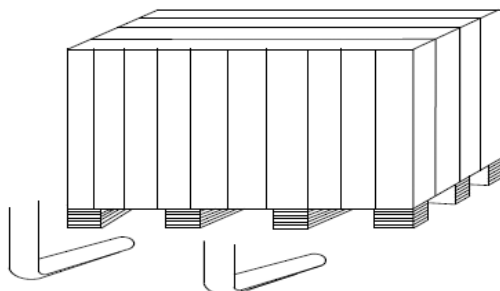

Figure 3
4.1.1 Après être sûr que l'ensemble des mesures préconisées de votre équilibreuse a été respecté, vous pouvez transporter l'équilibreuse sur le site d'installation (fig3). Le choix de l'installation doit se conformer aux exigences suivantes. La température ambiante est de 0 °C -50 °C et l'humidité relative $\leq 85\%$. Et le site d'installation comme indiqué dans Fig3.